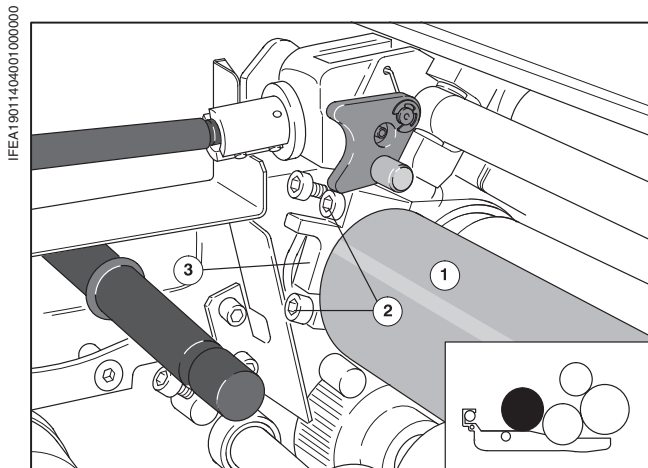

Рис. 10 Демонтаж увлажняющего валика
- ❶ Откройте защитное ограждение аппарата увлажнения.
- ❷ Выкрутите винты с внутренним шестигранником (Рис. 10/❷) на крышке подшипника (Рис. 10/❸) инструментом печатника. Винты с внутренним шестигранником остаются в крышке подшипника.
- ❸ Снимите крышку подшипника (Рис. 10/❸).
- ❹ То же самое сделайте на другой стороне.
- ❺ Вытащите увлажняющий валик (Рис. 10/❶) из опор подшипников.
- ❻ Закройте защитное ограждение аппарата увлажнения.